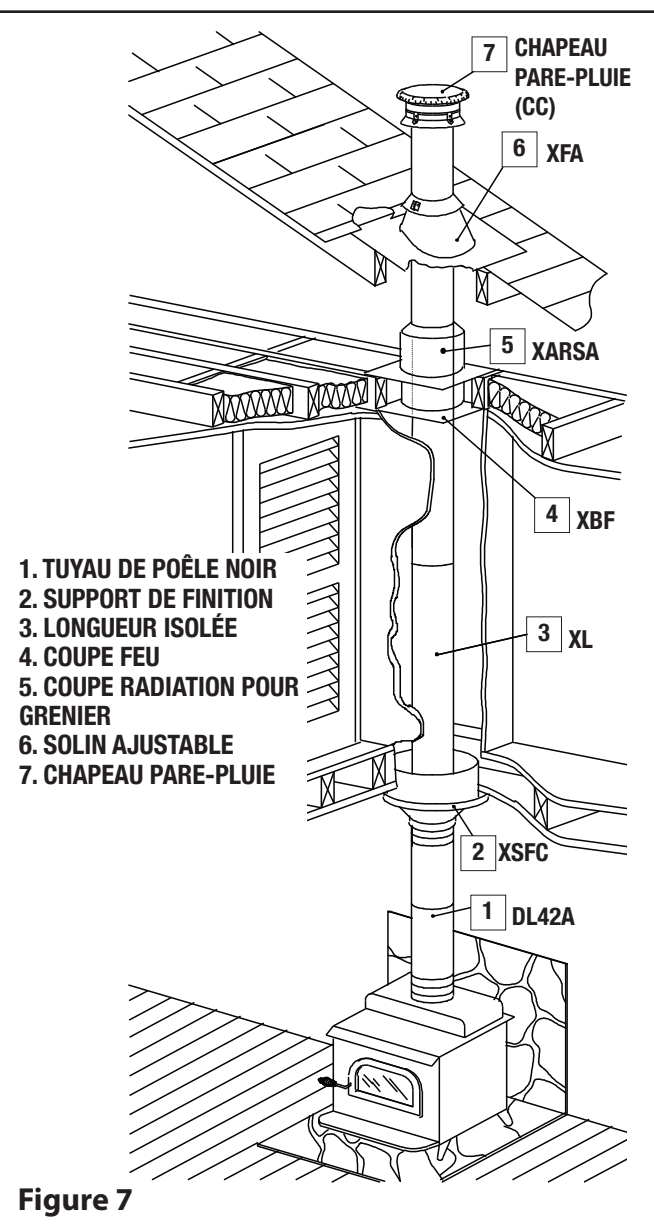

Figure 7
Étape 4 : Placez cette première longueur de la cheminée dans le support. Tournez-la dans le sens horaire pour la verrouiller en position (voir Figure 7).